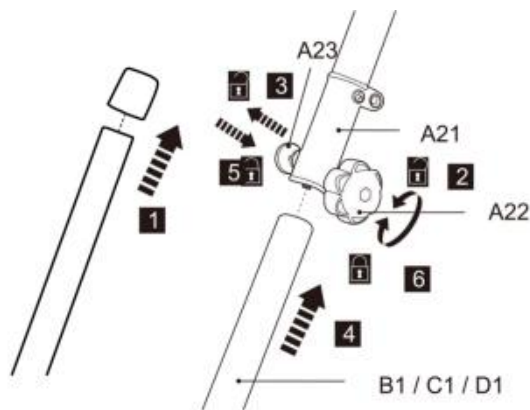

Fig. 3
32. Verwijder de vooraf bevestigde beschermkap van de onderste paal (B1/C1/D1) (Fig.3 , stap 1) .
33. Draai de vergrendelknop (A 22) los , maar verwijder e niet volledig (Fig.3 , stap 2).
34. Lijn de onderste paal (B 1/C 1/D 1) uit en steek deze in de borghuls (A 21), terwijl u aan de veer trekt bout (A 23) (Fig.3 , stap 3 en 4) .
35. Draai de onderste paal lichtjes om het gat op één lijn te brengen met de veer bout (A23) . Laat de veer los bout daarna om de onderste paal op zijn plaats vast te zetten. Zorg voor de veer De bout klikt in het gat (Fig.3 , stap 5) .
6. Draai de vergrendelknop (A 22) vast om de verbinding vast te zetten (Fig.3 , stap 6) .